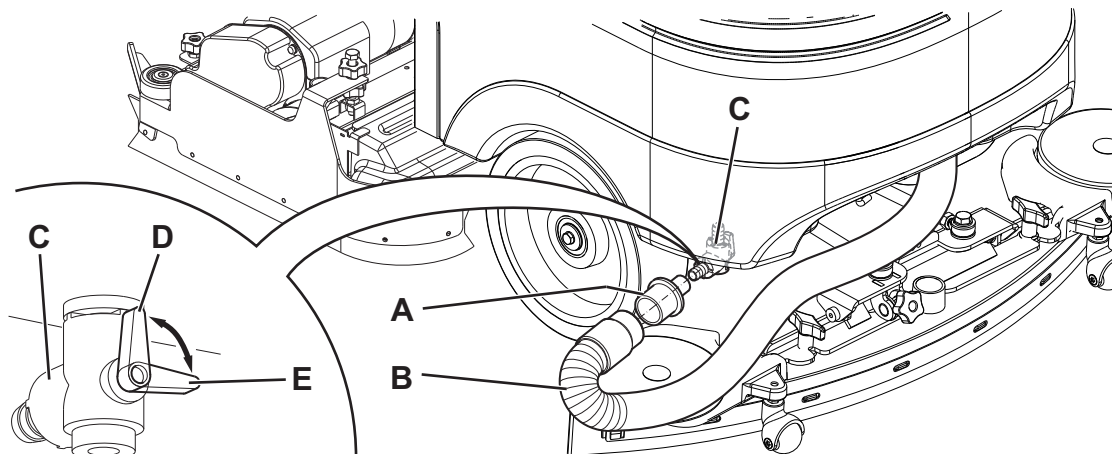

Figure 5
L'afficheur (C) indique le niveau de concentration de détergent dans la solution comme indiqué dans le tableau dans la figure 5.
8. Prendre l'adaptateur (45) positionné dans son logement dans le logement batteries.
9. Monter l'adaptateur (A, Fig. 5) dans le tuyau d'aspiration (B) de l'embouchure, puis l'insérer dans le robinet de décharge (C).
10. Positionner la clé de contact (58) sur "I" et démarrer le système d'aspiration au moyen de l'interrupteur (63).
11. Ouvrir le robinet de décharge (C) pour permettre la vidange du réservoir (22).